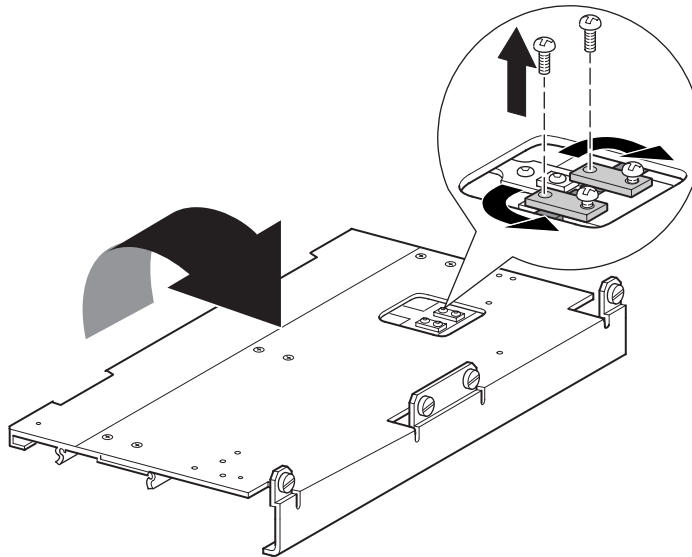

Abbildung 2–15: Zugausparung für die Riemenblockhalterung
6. Drehen Sie die PTM-Basiseinheit herum, und ziehen Sie den Antriebsriemen aus dem Medientransportwagen, der Riemenspannrampe und der Umlenkrolle heraus (siehe Abbildung 2–5).
8. Nehmen Sie die Teile der Riemenspannrampe und Umlenkrolle wie nachstehend beschrieben ab (siehe Abbildung 2–16).